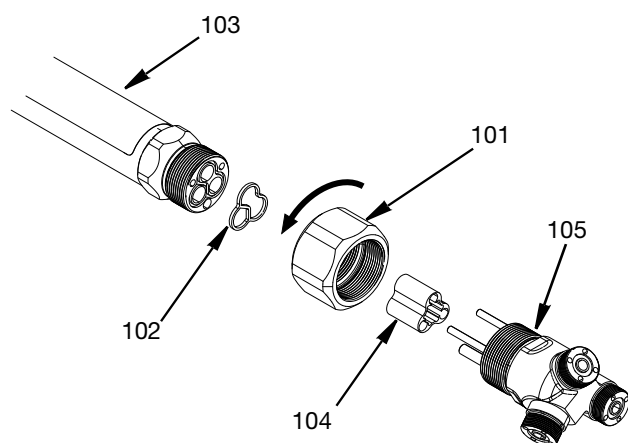

FIG. 18
1. Allentare il dado di bloccaggio del tenditore a molla (101) ruotandolo in senso antiorario stando rivolti al corpo principale della pistola Switch 3D in acciaio inossidabile. La rotazione del dado separerà il gruppo adattatore a 3 teste (105) dal gruppo tubo lungo (103).
2. Eliminare la guarnizione dell'adattatore (102) e il cuscinetto di intercettazione della valvola (104). Vedere FIG. 18.